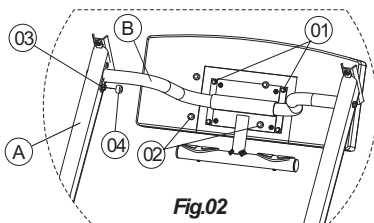

Fig.02
- 3 - Dê uma leve inclinação no corrimão (A)-Fig.02, até que você possa fixar o painel com os parafusos (01) sextavado interno M6x16 mm e arruelas M6. Logo em seguida coloque as tampas (02) de acabamento nas cabeças dos parafusos.
- 4 - Fixe também o painel para que ele não gire-Fig.02. Alinhe o suporte do painel (B) com o corrimão A e fixe-o com o parafuso (03) sextavado M8x20 mm e arruela M8. Coloque a tampa de acabamento (04).